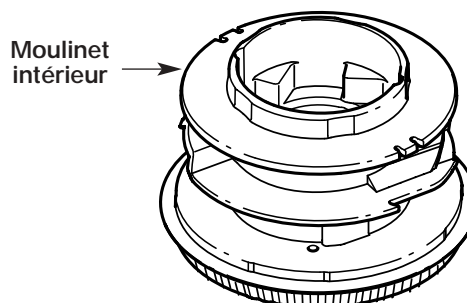

Fig. 27
4. Retirez tout le fil du moulinet intérieur avant de nettoyer. Enlevez tout débris ou trace d'herbe du bouton, du ressort, du moulinet et du joint en mousse. Lavez le moulinet intérieur avec de l'eau tiède savonneuse (Fig. 27).